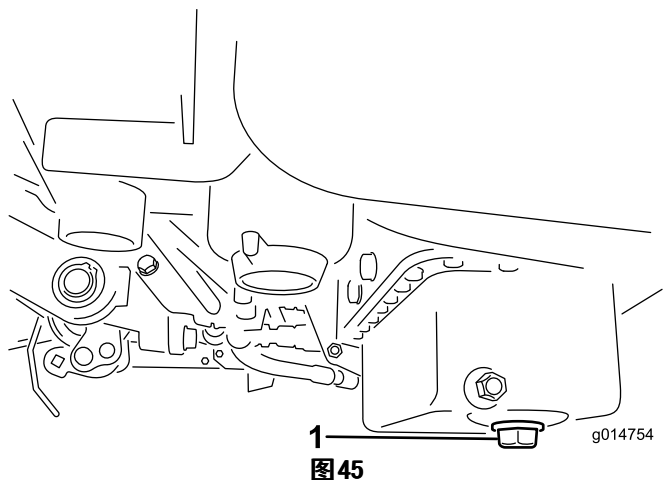

图45
1. 拆下排油塞，让油流入放油盘。油不再流时，安装排油塞（图45）。